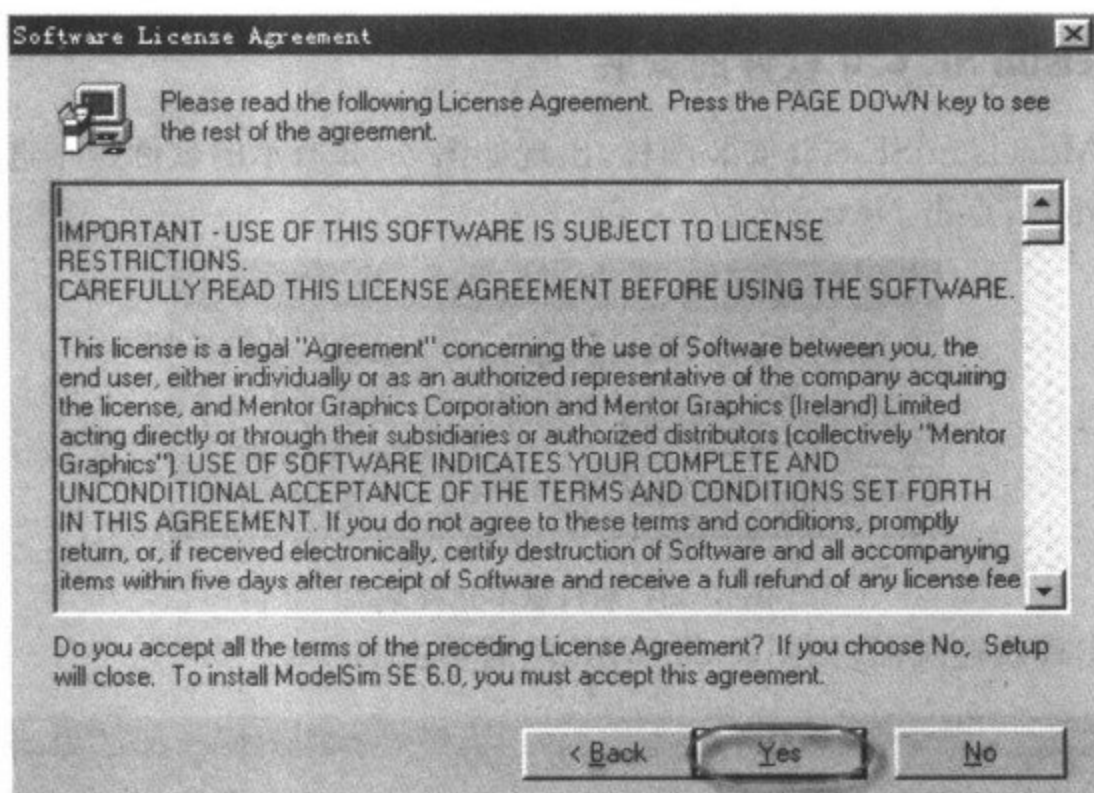

图 3-55 软件许可协议对话框
(3) 在出现的软件许可协议对话框中点击 Yes, 如图 3-55 所示。